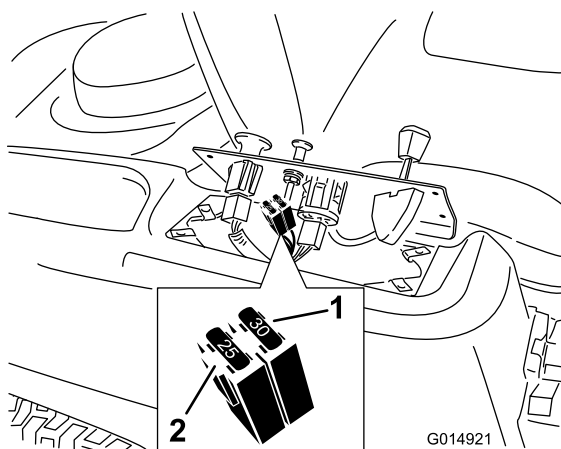

Figura 49
2. Levante o painel de controlo para ter acesso à cablagem principal e ao bloco de fusíveis (Figura 49).
3. Para substituir fusíveis, puxe o fusível para o retirar (Figura 49).